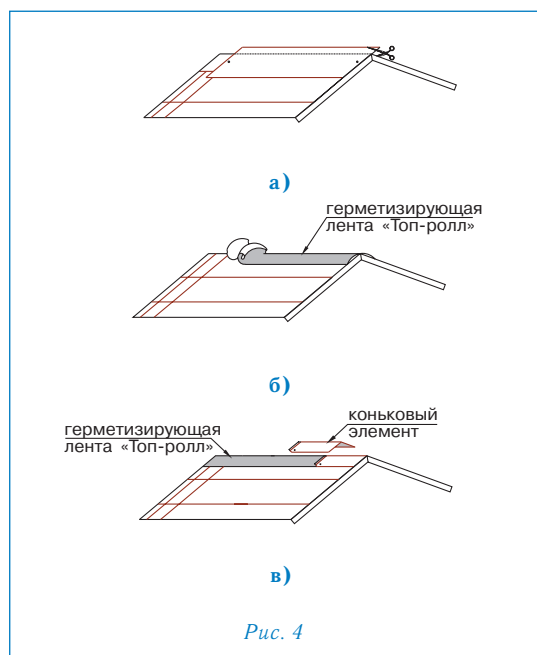

Рис. 4
Конек (рис. 4)
- Верхний ряд черепицы ПРЕСТИЖ НОВЫЙ РИМ доводится до линии конька (ребра), выступающие части листов обрезаются (рис. 4а);
- линии коньков и ребер герметизируются специальной самоклеящейся лентой «Топ-ролл» (рис. 4б);
- далее устанавливаются внахлест специальные коньковые элементы (направление укладки по преимущественному направлению ветра). Каждый коньковый элемент плотно прижимается к основанию кровли и фиксируется двумя гвоздями из нержавеющей стали длиной 35 мм, которые перекрываются следующим коньковым элементом (рис. 4в).